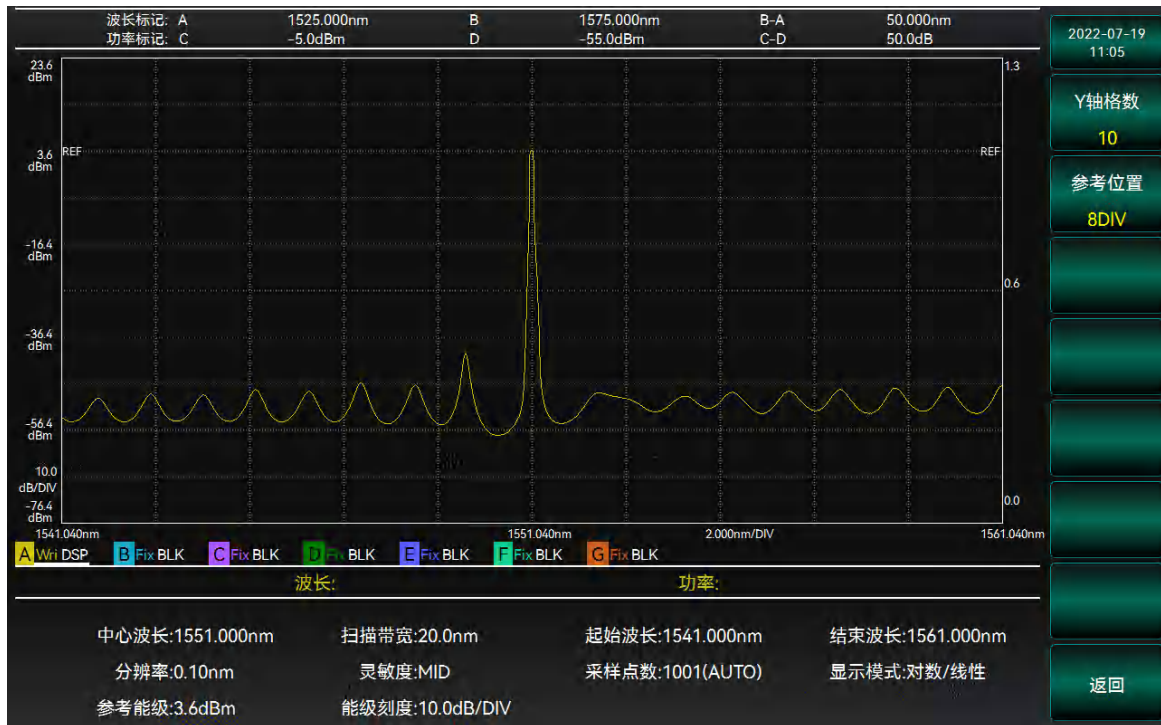

图 3-25 Y 轴设置界面
2. 选择【Y 轴格数】或者【参考位置】，可分别设置相应的功能，操作界面如图 3-25 所示。